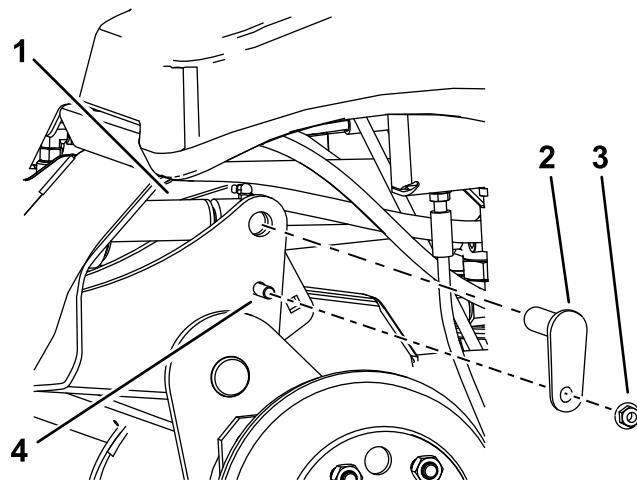

**Bild 9**
- B. Lösen Sie die Schlauchüberwurfmutter, die den Anschluss C1 am Hydraulikverteiler befestigt (**Bild 9**).